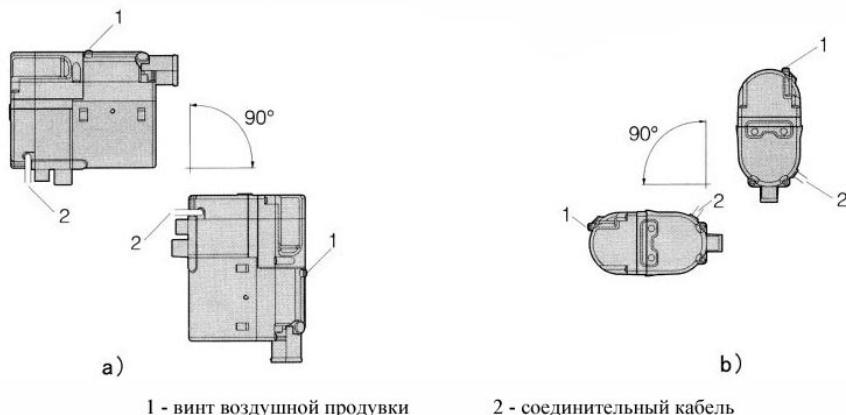

Рис. 4
4.2.3 При выборе положения для установки печки необходимо учитывать, что винт воздушной продувки всегда должен находиться сверху чтобы облегчить выход воздуха из трубы для охлаждающей жидкости. При установке возможны различные положения печки, но они не должны отличаться от «правильного положения для установки» более чем на 90°, как показано на Рис. 4.